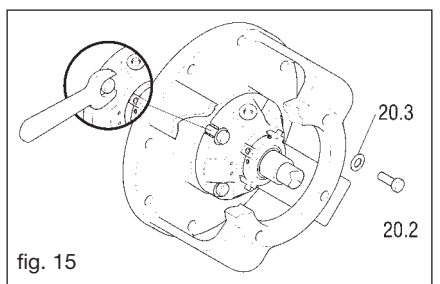

fig. 15
- Skruva loss skruvarna (20.2) som fäster tätningsflänsen mot motorhållaren (fig. 15).
- Ta bort motorhållaren (19).
- Ta bort tätningen (25), distanselementet (31), tätningshållaren (20) och packningen (20.1).
- Dra åt flänsfästskruvarna (20.2) (fig. 15) ordentligt med tvärgående åtgärder för att undvika spänning på den stationära tätningsringen.